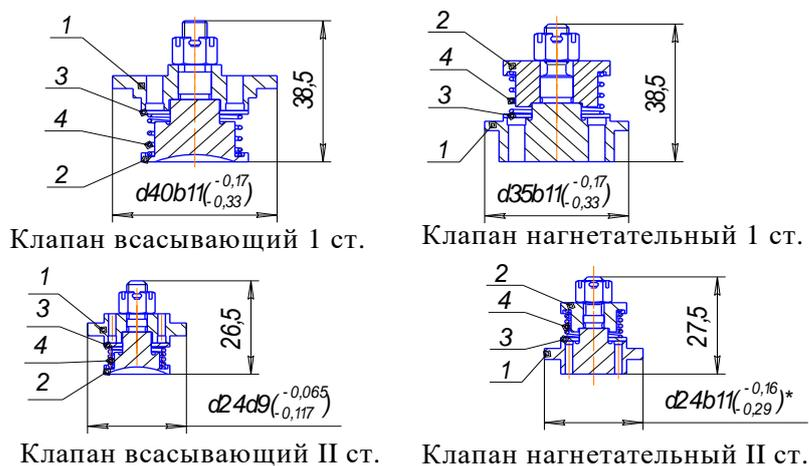

Рис. 6. Кольцевые клапаны.
- шатун, 3, см. рис. 6;
#### 1.4.7 Клапаны кольцевые (рис. 6)